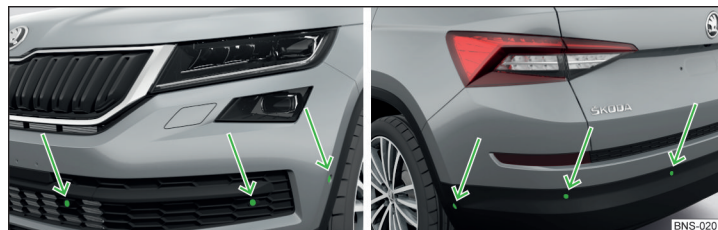

Fig. 267 Lugar de instalación de los sensores del lado izquierdo del vehículo: delantero / trasero
- Mantener los sensores del sistema » fig. 267 de la pág. 235 limpios, libres de nieve y hielo, y no cubrirlos con ningunos objetos, de lo contrario puede estar limitado la función del sistema.
El sistema calcula la distancia entre el parachoques y un obstáculo mediante ondas ultrasónicas. Los sensores ultrasónicos se encuentran según el equipamiento del vehículo en el parachoques trasero o también en el delantero » fig. 267.